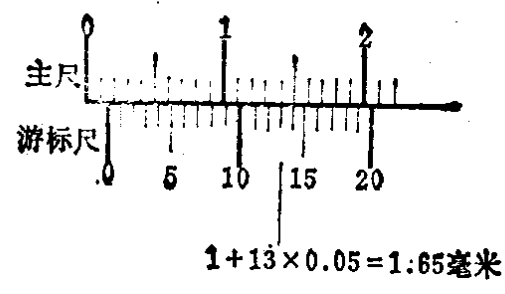

图1-9 游标卡尺的尺寸读法
(2) 尺寸读法 游标卡尺的尺寸读法一般按下列步骤 (见图 1-9)：
- ① 读出游标尺零线在主尺上有多少毫米；
② 读出游标尺上与主尺上刻线对齐的格数，再用格数乘以游标卡尺的精度；
③ 将主尺读数与游标尺读数相加，即为游标卡尺所读出的尺寸。图 1-9 所示尺寸为 1.65 毫米。